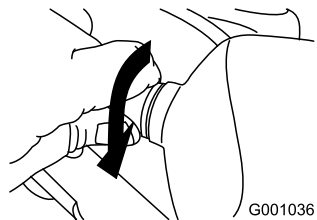

Figure 54
5. Tournez l'embase de l'ampoule dans le sens horaire jusqu'à ce qu'elle soit bien vissée (Figure 54).